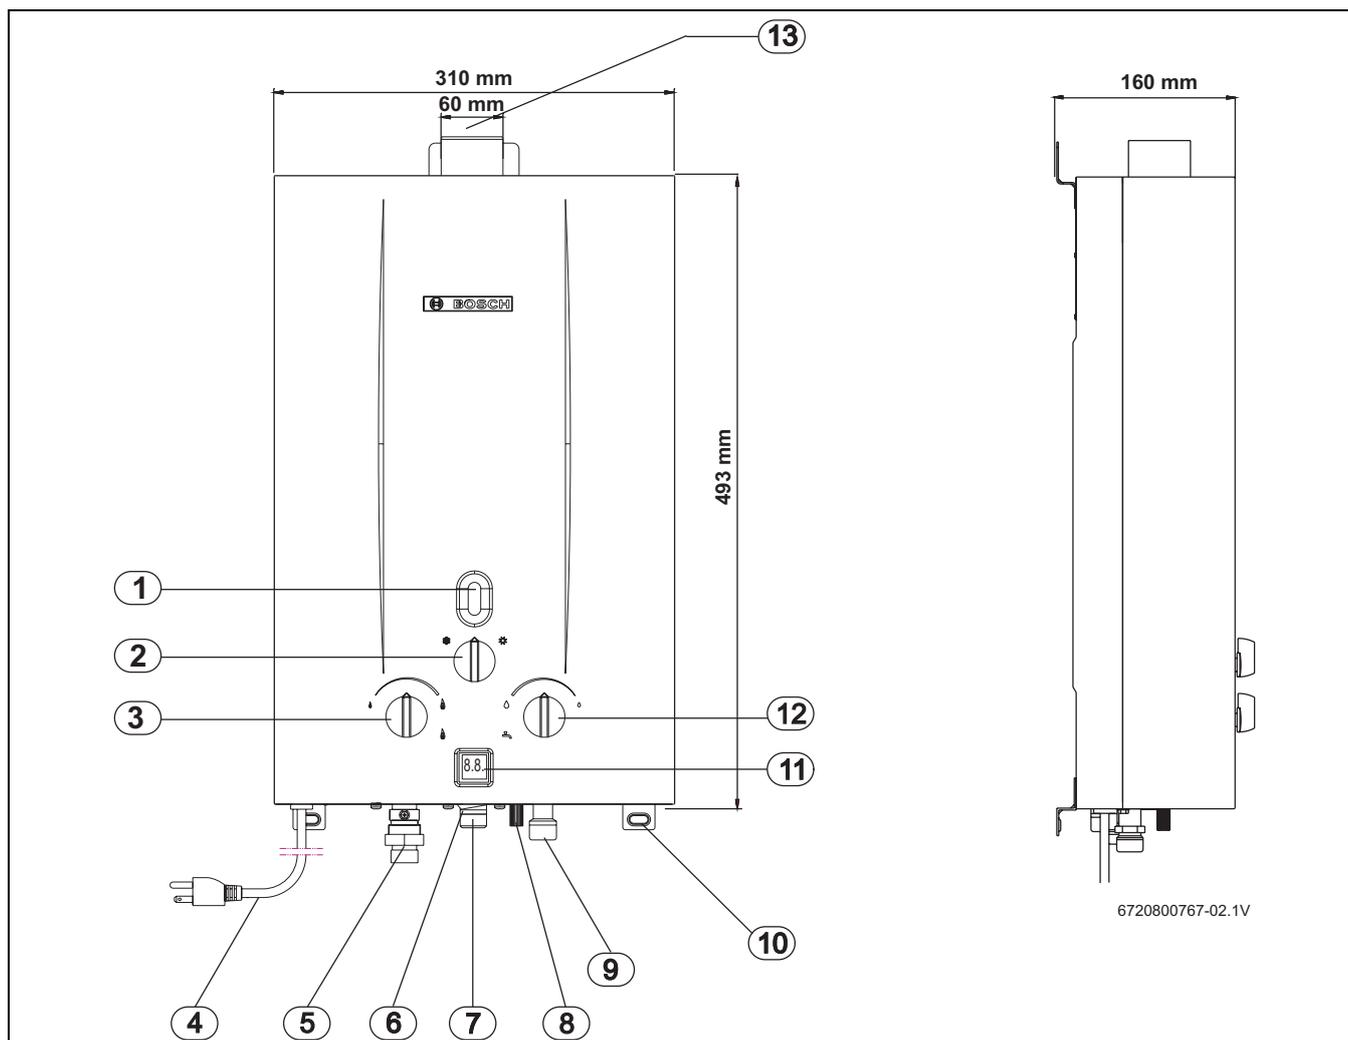

Fig. 1 Dimensões
- ▶ Colocar a tecla On/Off (→ Fig. 1, [6]) em posição de funcionamento.